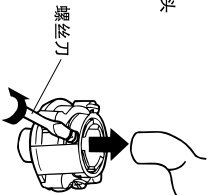

图2
- 将进水管接头四个螺钉松至可套在水龙头上为止,然后将进水管接头套在水龙头上,如图2。如果水龙头口径偏大,进水管接头套不上,则松开四个螺钉,取下衬套,如图3。